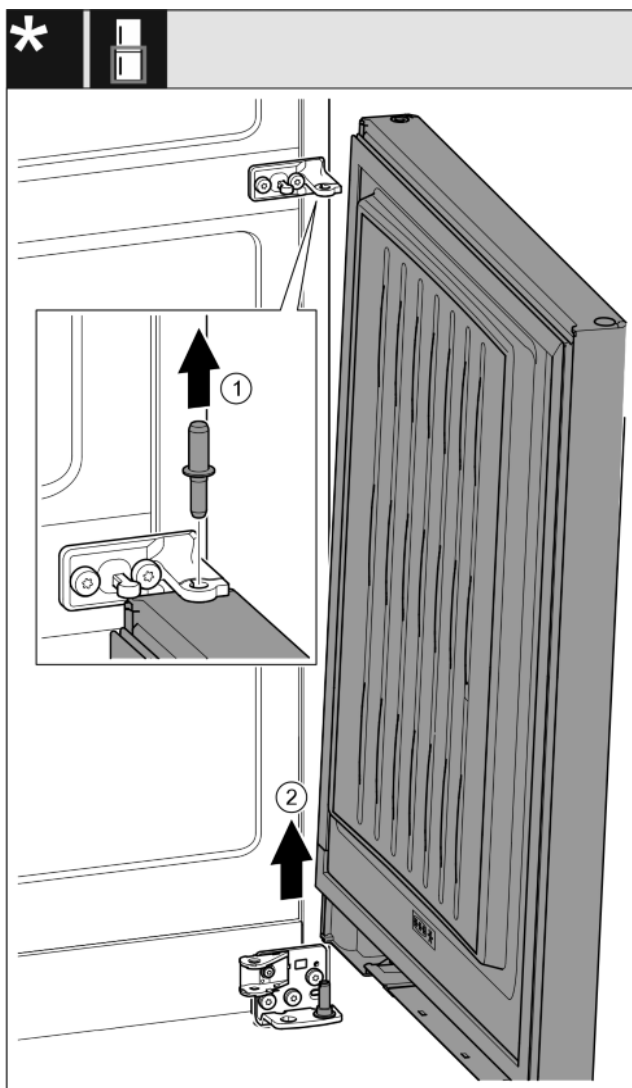

*Fig. 19\**
- ▶ Húzza ki felfelé a csapszeget.\* *Fig. 19 (1)*
- ▶ Fordítsa ki az ajtót, húzza fel, és tegye félre.\* *Fig. 19 (2)*